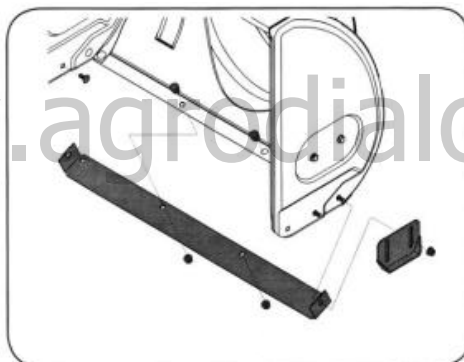

Рисунок 23
2. Установите новые полозья и затяните болты (по 2 с каждой стороны) и шестигранные фланцевые гайки (рис.23).
2. Установите новый подрезной нож. Головки болтов должны быть направлены внутрь кожуха. Надежно затяните соединения (рис.23).